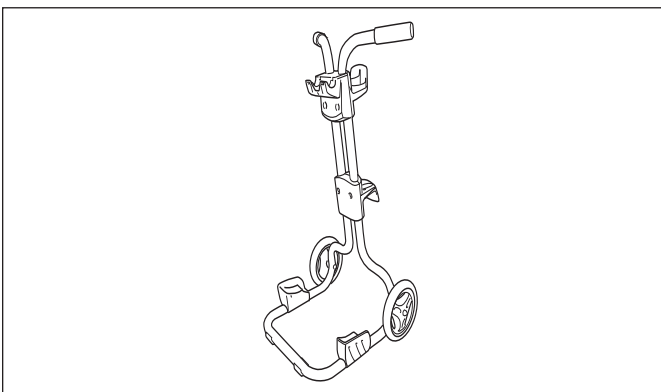

Figure 12. Transport et rangement du chariot assemblé
9. Le boîtier de transport est maintenant prêt à être utilisé comme illustré à la figure 12.